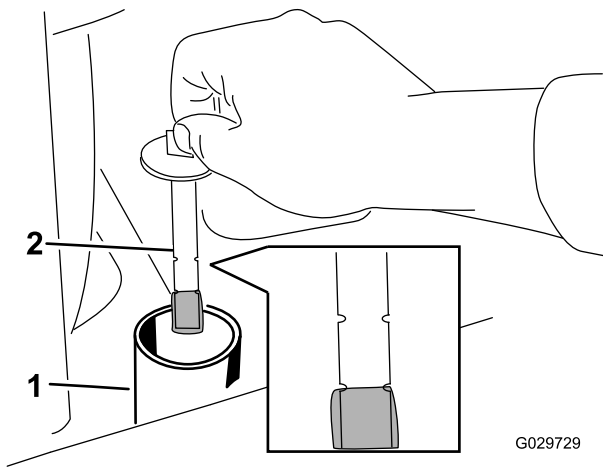

Figure 62
6. Enlevez le bouchon et la jauge du réservoir hydraulique (Figure 62).